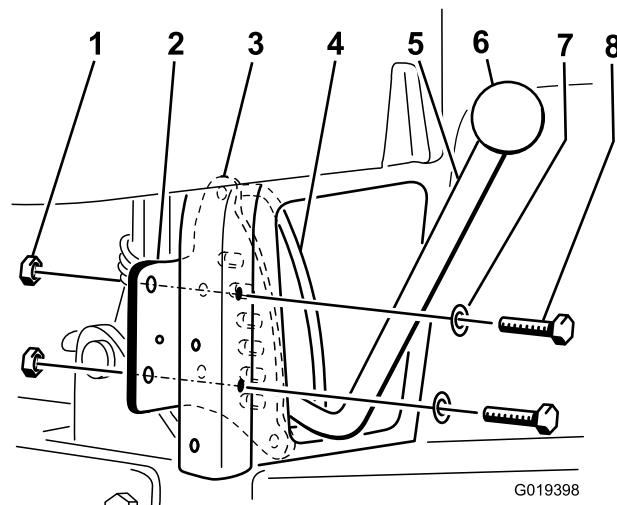

Figura 3
Nota: La maniglia deve passare tra la piastra di arresto e la propria guida (Figura 3).
7. Montate la piastra di arresto sulla parte posteriore del tubo verticale posteriore destro del telaio mediante 2 bulloni (5/16 x 2-1/4 poll.), 2 rondelle e 2 dadi di bloccaggio (5/16 poll.) (utilizzate le rondelle e i dadi di bloccaggio rimossi al punto 4). Posizionate i componenti come illustrato in Figura 3.
8. Avvitate la manopola sulla maniglia di sollevamento (Figura 3).